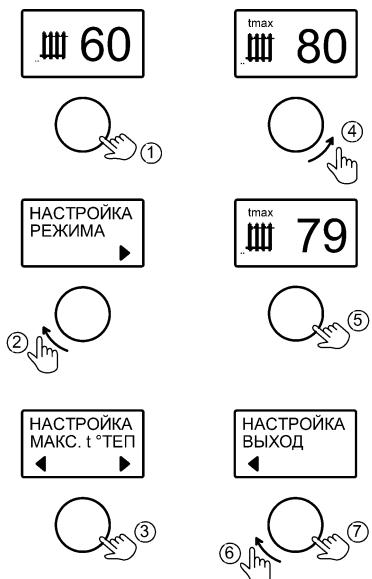

Рисунок 9. Настройка максимальной температуры теплоносителя
10.3 Вкладка «**МАКС. t° ТЕПЛОНОСИТЕЛЯ**» предусмотрена для ограничения максимальной температуры теплоносителя при работе котла во всех режимах, за исключением «ГВС» (см. рис. 9).